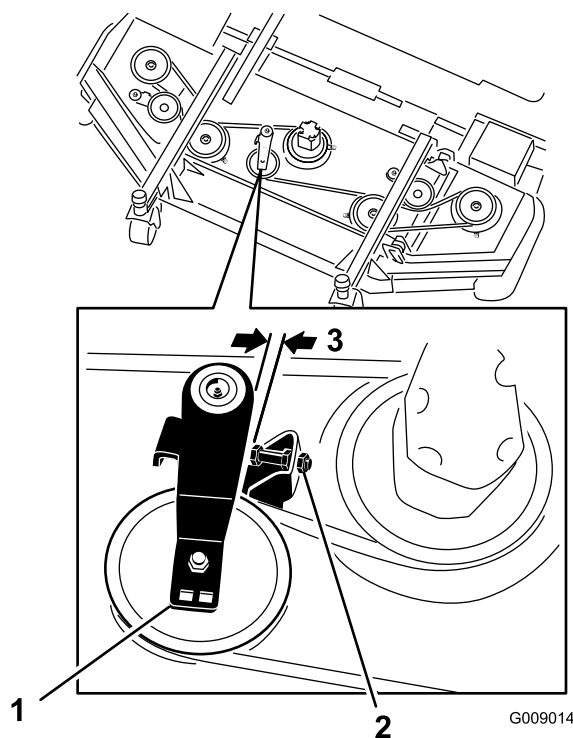

Figura 127
parafuso de paragem até ao suporte (Figura 127).
4. Utilizando uma chave de roquete ou ferramenta semelhante, afaste cada polia intermédia da plataforma lateral da correia da transmissão para libertar a tensão da correia e permitir que esta saia da polia da plataforma lateral (Figura 127).